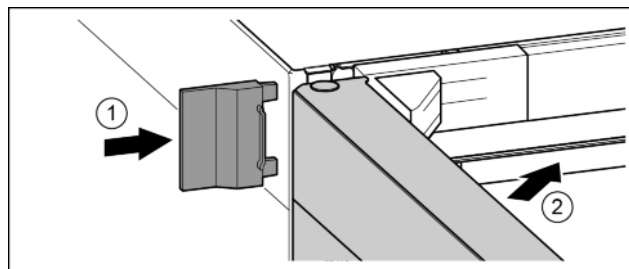

Fig. 25
- ▶ Nasuňte vnější kryt. *Fig. 25 (1)*
- ▶ Zavřete horní dveře. *Fig. 25 (2)*